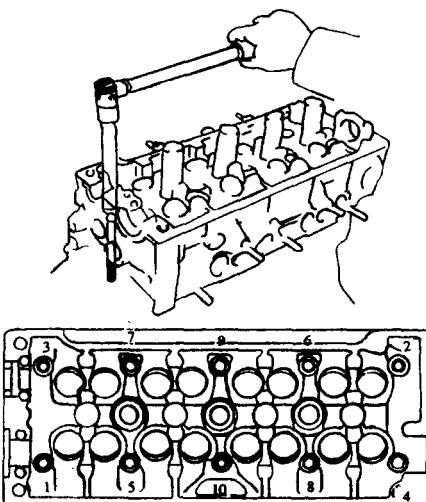

图2-6 拧松气缸盖螺栓顺序
⑫分解进气凸轮轴。将凸轮轴的六角头部分夹在台钳上，务必注意不要损坏凸轮轴。用专用维修工具顺时针方向转动辅助齿轮，并卸下维修用螺栓。用卡环钳取下卡环，拆下波形垫圈、凸轮轴辅助齿轮、弹簧等零件。
⑬卸下半圆塞。用专用维修工具按图2-6所示顺序，均匀地分几次拧松并卸下10个气缸盖螺栓（若拆卸螺栓的顺序不正确可能造成气缸盖翘曲或破裂）。拆下10个平板垫圈，将气缸盖从缸体的定位销处提起，将气缸盖放在工作台的木块上。如果气缸盖难以提起，可用改锥在气缸盖和缸体凸台之间撬一下。